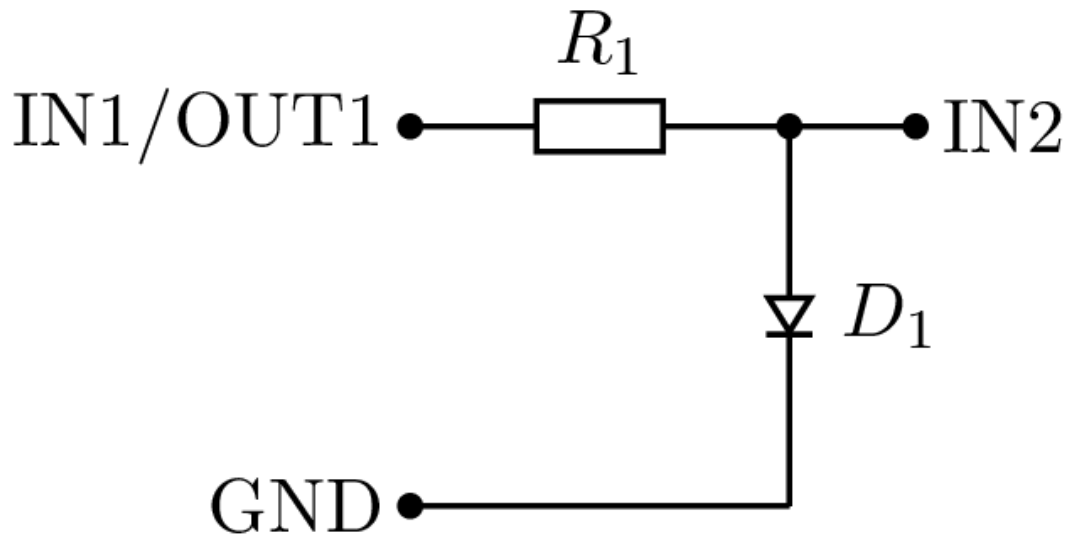

Abbildung 3.2.: Anschlussplan für Dioden IV-Kurven
Die Strom- und Spannungseigenschaften der pn-Übergangsdiode können mit dem STEMLab und den in Abbildung 3.2 dargestellten Anschlüssen gemessen werden. Richten Sie die Steckplatine mit dem Generator OUT1-Kanalausgang an einem Ende des Widerstandes ein. Das andere Ende des Widerstandes ist mit einem Ende der zu messenden Diode verbunden, wie im Diagramm dargestellt. Die Eingangskanäle IN1 und IN2 sind ebenfalls unterschiedlich angeschlossen, daher werden Diodenstrom und -spannung:
- Die Schaltung aus Abbildung 3.2 ist für Sie auf einer Platine aufgebaut und wird via SMA-Verbindern an das STEMLab angeschlossen.